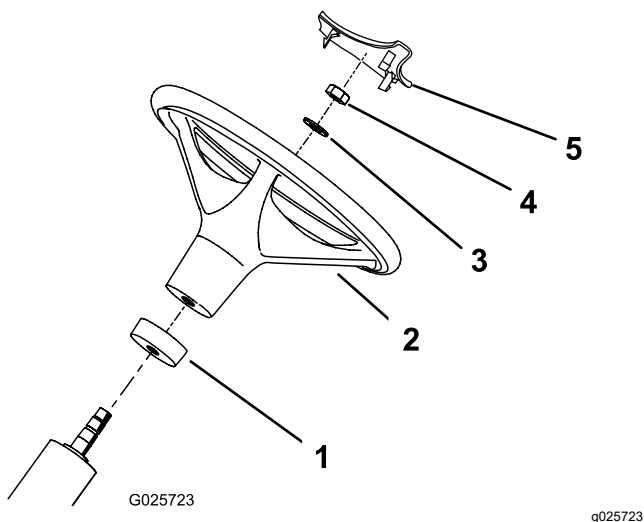

Bild 3
2. Schieben Sie den Schaumkragen auf die Lenkwelle (Bild 3).
3. Schieben Sie das Lenkrad auf die Lenkwelle (Bild 3).
4. Befestigen Sie das Lenkrad mit einer Scheibe und Sicherungsmutter an der Lenkwelle (Bild 3).
6. Drücken Sie die Abdeckung für das Lenkrad in der richtigen Position auf das Lenkrad (Bild 3).